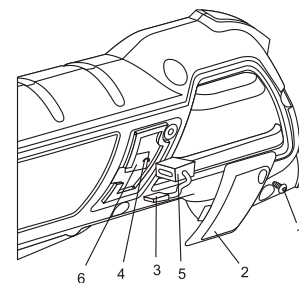

Рис. 10
1. Замена графитовых щеток (рис. 10)
1. Используя отвертку открутите винт (1), фиксирующий крышку щитка (2), расположенную с левой стороны основной рукоятки инструмента. Рис. 10